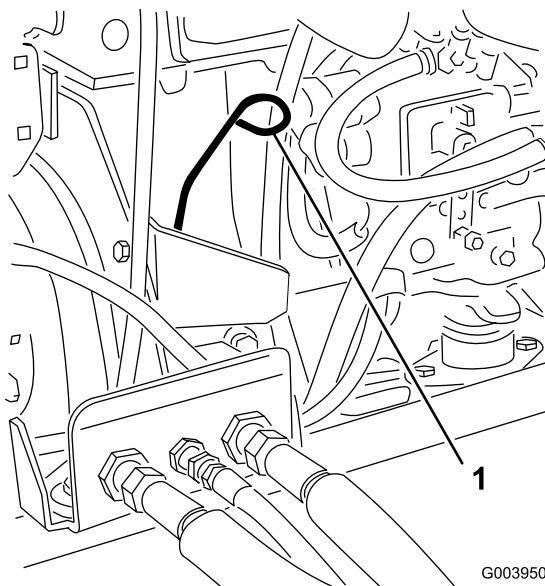

Figure 30
3. Retirez la jauge, essuyez-la sur un chiffon et remettez-la en place (Figure 30).